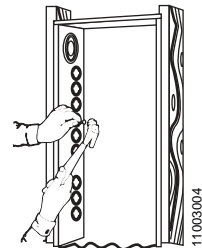

Figure 4 : Montage encastré
1. Retirer les petites débouchures de montage sur le côté du boîtier. Voir la figure 4.